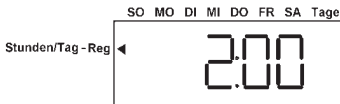

Abb.13
- 2) Drücken die Tasten **↓↑** bis die gewünschte Uhrzeit zur Regenerierung im Display erscheint (Abb. 13)